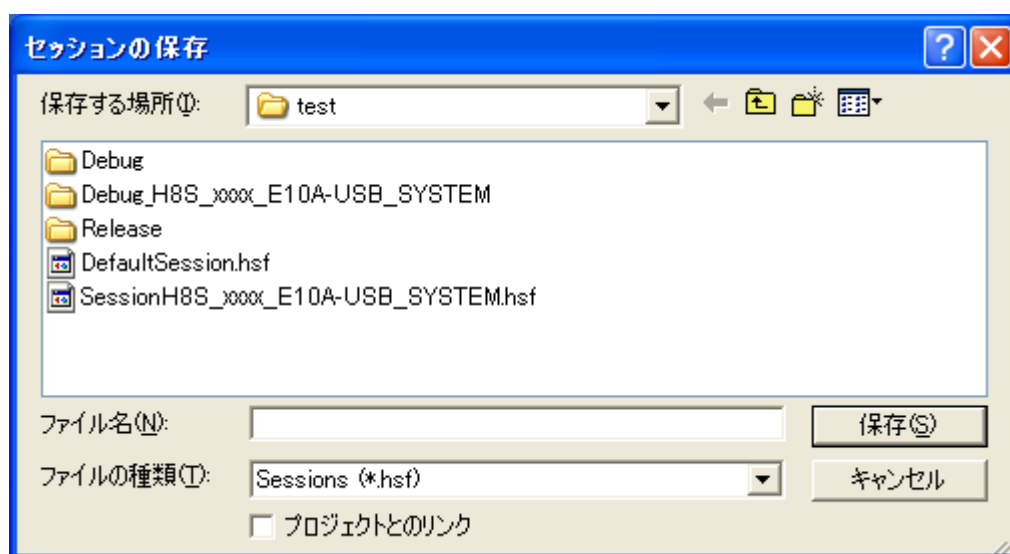

図 4.32 [セッションの保存]ダイアログボックス
3. [名前を付けて保存]ボタンをクリックしてください。[セッションの保存]ダイアログボックスを表示します(図 4.32)。